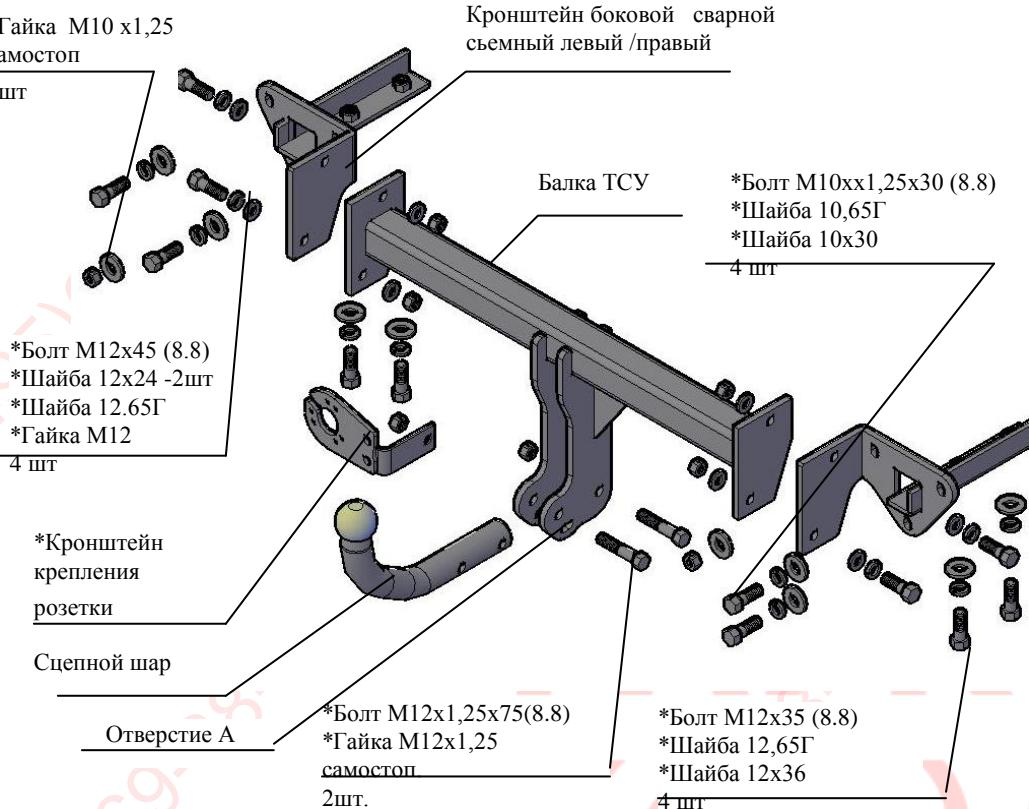

Рис.1 Тягово-сцепное устройство 8510 .
2.1 ТСУ 8510. в сборе (рис.1)	1 шт.
2.2 Пакет с комплектующими (см. рис.1)	1 шт.
4.2 Установить боковые сварные съемные кронштейны в лонжероны а/м (правый и левый соответственно рис.1), закрепить болтами M12x35, подложив под головки болтов шайбы 12.65Г и шайбы 12x36, к фартуку а/м закрепить болтами M10x1,25x30 (используя штатные приварные гайки), подложив под головки болтов шайбы 10.65Г и шайбы 10x30, к штатным болтам крепить гайками M10x1,25 самостоп, подложив шайбы 10x21. Крепеж не затягивать.